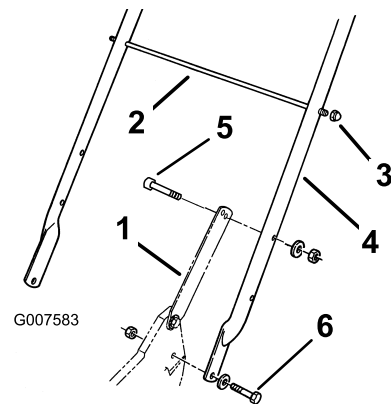

Figura 3
1. Sujete el manillar al exterior de la carcasa de la máquina (usando el taladro inferior) con 2 pernos (5/16 x 1-1/4 pulgada), arandelas y contratuercas finas (5/16 pulgada) (Figura 3).
2. Fije los cierres del manillar al manillar con dos pernos (5/16 x 1-1/2 pulgadas), arandelas, y contratuercas (5/16 pulgadas) (Figura 3).
manillar y fije cada extremo con una contratuerca de caperuza (Figura 3).